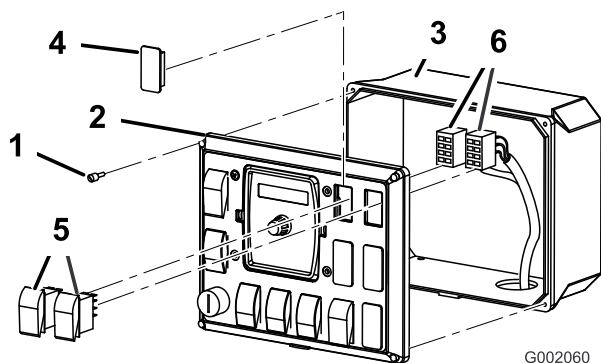

Figura 28
1. Allentate le 4 viti che fissano il pannello anteriore alla scatola di comando (Figura 28).
2. Rimuovete il pannello anteriore per accedere all'interno della scatola di comando (Figura 28).
3. Sollevate e rimuovete i 2 tappi dal pannello di comando per irrorazione del veicolo e montate al loro posto i 2 interruttori a bilanciere forniti (Figura 28).